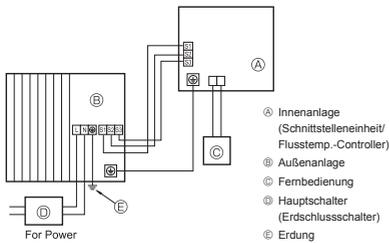
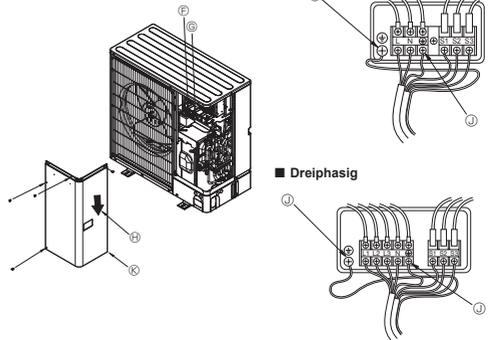

Fig. 7-1
Fig. 7-2
7.1. Auenanlage (Fig. 7-1, Fig. 7-2)
- Die Kabel gema der Fig. 7-1 und der Fig. 7-2 verdrahten.